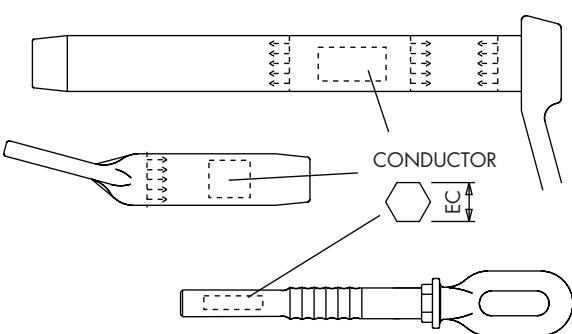

Fig. 1
4. Asegurarse de que la grapa o empalme utilizado es adecuado para el cable a comprimir. La designación del conductor viene grabada en las distintas partes de la grapa o empalme. No utilizar nunca una grapa o empalme de compresión cuyo grabado no coincide con la designación del conductor (fig. 1).
5. Comprobar que el tamaño de la matriz de compresión es el adecuado, tanto para las partes de aluminio como para las de acero. La distancia entre caras después de la compresión viene grabada en la propia pieza (fig. 1).
4. Make sure that the compression clamp or joint is suitable for the conductor. The conductor code name is marked indelibly in all the parts of the clamp or joint. Never use a compression clamp or joint with a marking different from conductor's (fig. 1).
5. Confirm that the die size is suitable for both aluminium and steel parts. The distance across flats of the hexagon after compression is indelibly marked on the parts (fig. 1).